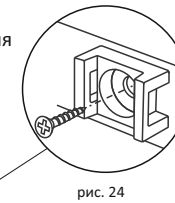
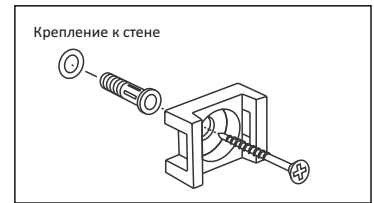
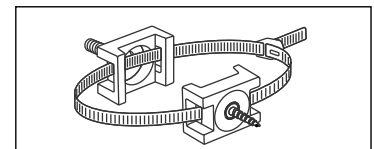

рис. 24
рис. 25
рис. 26
12. Прикрутите в торец крышки монтажные планки с помощью саморезов 4x30 (№ 17) (рис. 24). Установите комод к стене, отметьте расположение крепежа. Просверлите отверстие в стене, вбейте дюбель. (рис. 25). Закрепите монтажные планки к стене с помощью самореза, идущего в комплекте к дюбелю. Проденьте через монтажные планки хомут и затяните до упора (рис. 26).